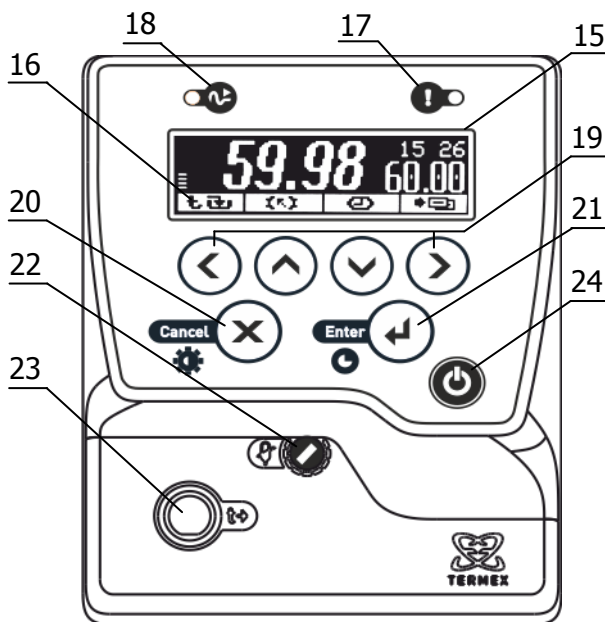

Рисунок 2 – Лицевая панель
Система безопасности блока регулирования отключает двигатель насоса и нагреватель при срабатывании хотя бы одной из защит или неисправности датчика температуры (1.2.13). При срабатывании системы безопасности раздается звуковой сигнал, загорается индикатор 17 (рисунок 2) и на дисплей 15 выводится информация о причине неисправности.
2.3.1 После подключения сетевого кабеля к электрической сети блок регулирования переходит в режим ожидания. Подключение сопровождается кратковременной подсветкой дисплея 15 (рисунок 2).
2.3.6 Для регулировки яркости подсветки или контраста дисплея нажать кнопку 20 (X), выбрать изменяемый параметр кнопками (▲) и (▼) и установить его значение кнопками (◀) и (▶). Зафиксировать изменение нажатием кнопки 21 (↔) (рисунок 2).
2.5.6 Для выбора уставки в качестве текущей кнопками (\blacktriangle) и (\blacktriangledown) подвести к ней указатель. Значение отмеченной указателем уставки дублируется крупными цифрами в правой части дисплея. Для подтверждения выбора отмеченной уставки нажать кнопку 21 (\leftarrow). Для отмены выбора нажать кнопку 20 (\times) (рисунок 2).
2.5.7 Для изменения численного значения отмеченной указателем уставки нажать кнопку (\blacktriangleright). На рамке, обрамляющей значение уставки в правой части дисплея, появятся "засечки", указывающие на изменяемую позицию в численном значении. Цифра в отмеченной позиции мигает. Нажатиями кнопок (\blacktriangle) и (\blacktriangledown) установить требуемую цифру в отмеченной позиции. Если удерживать кнопку нажатой, значение уставки будет изменяться непрерывно. Нажатиями кнопок (\blacktriangleleft) и (\blacktriangleright) переместить отметку изменяемой позиции. Дискретность изменения значения уставки зависит от положения изменяемой позиции: если отмечена позиция десятков, то при единичном нажатии кнопки (\blacktriangle) или (\blacktriangledown) значение уставки изменится на 10 °C. Если отмечена позиция десятых долей, то значение уставки изменится на 0.1 °C соответственно. Закончить ввод нового значения уставки нажатием кнопки 21 (\leftarrow). Для возврата к значению уставки до ее изменения нажать кнопку 20 (\times) (рисунок 2).
2.6.3 При срабатывании защиты раздается звуковой сигнал и загорается красный индикатор срабатывания системы безопасности 17 (рисунок 2). Работа насоса и нагревателя будет заблокирована. На дисплее отобразится текущее состояние системы защит.
2.6.5 После устранения причины срабатывания защиты или ее отключения кнопкой (▶) индикатор 17 (рисунок 2) погаснет. Перевести блок регулирования в рабочий режим нажатием кнопки 21 (←).